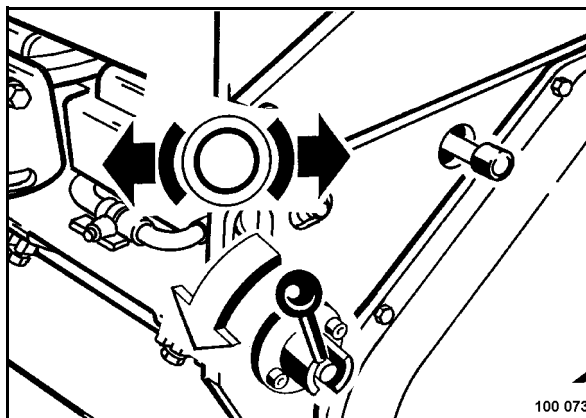

Рис. 36
- Вытянуть приводной рычаг (Рис. 36) и ввести его в зацепление влево к символу «стояночный тормоз расторможен».